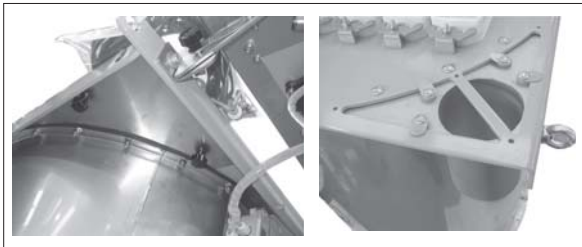

Fig. 1
- 2) Fix the blind flanges in the rear slits and the two flanges with the tube in the front part of the filter. (see Fig. 1)
- 2) Die Blindflansche der hinteren Schlitzte und die beiden Flansche mit Rohr im vorderen Bereich des Filters befestigen (siehe Abb. 1).
- 2) Fixer les brides pleines dans les fentes arrière et les deux brides avec tube dans la zone avant du filtre. (voir fig. 1)
- 2) Fissare le flange cieche nelle feritoie posteriori e le due flange con tubo nella zona anteriore del filtro. (vedi fig. 1)